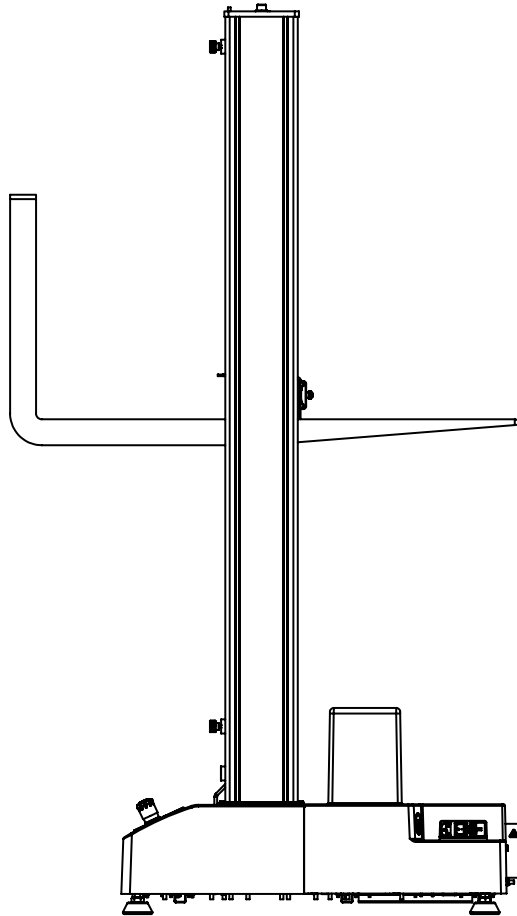

Abbildung 11. Anheben des Prüfrahmens an der Traverse
2. Polstern Sie die Gabel oder die Traversen, um die Traverse zu schützen, und fahren Sie die Gabeln vorsichtig zwischen den Säulen unter die Traverse. Siehe Abbildung 11 auf Seite 64.